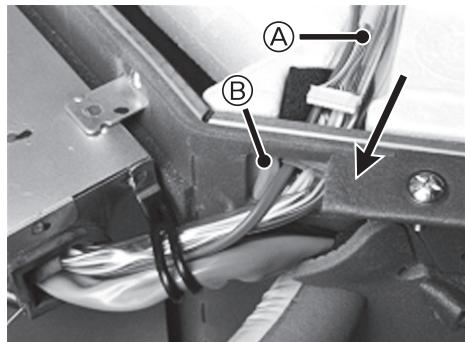

Fig. 4-2
- (1) Haal de draadloze verbindingskabel uit de meegeleverde doos met accessoires.
- (2) Leid de connector van de besturingsmodule van de binnenunit (wit) van de draadloze verbindingskabel door de BUS van de hoofdunit in de richting van de pijl. (Fig. 4-2)